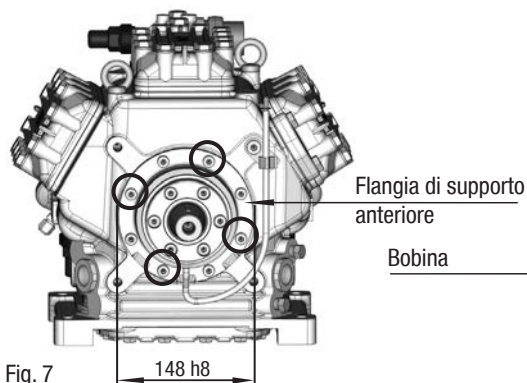

Fig. 7
- Per alloggiare la bobina del giunto elettromagnetico, la flangia di supporto anteriore è dotata di un accoppiamento di precisione $\varnothing 148 \text{ h8}$ (vedi fig. 7).
- Per il montaggio della bobina, allentare le 4 viti a testa cilindrica M8 sulla flangia di supporto (v. fig. 7).